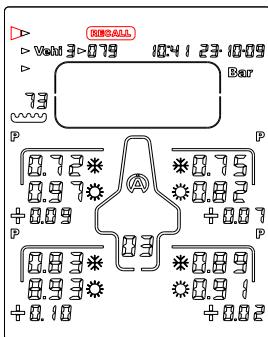

Figure 8
- 1) A l'aide des boutons  , sélectionnez l'icône « **RECALL** » (figure 8)